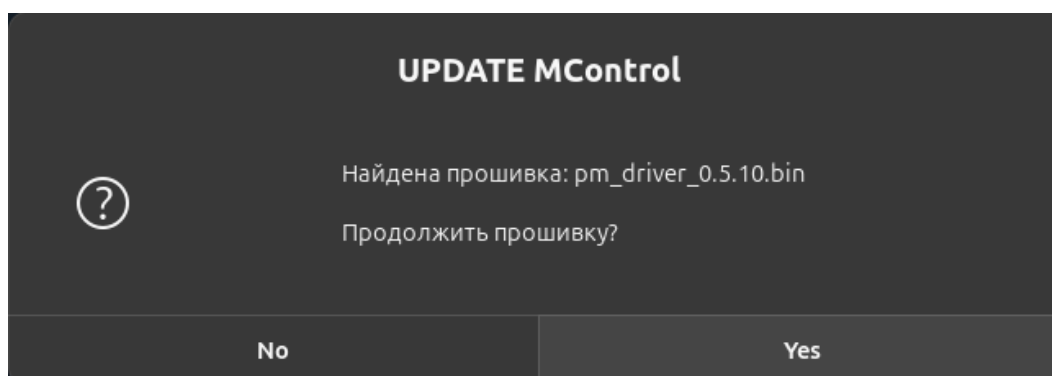

Рисунок II-74 – Уведомление прошивки
2) выберите одно или несколько устройств и нажмите «ОК». Отобразится уведомление «Найдена прошивка: ... Продолжить прошивку?» (см. Рисунок II-74);